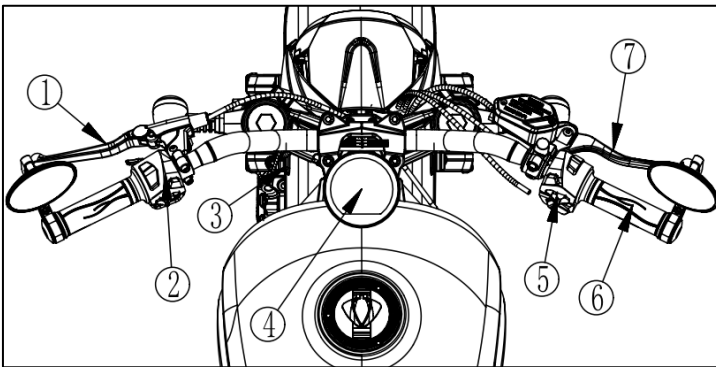

Рис. 3. Передняя часть мотоцикла
3. Передняя часть мотоцикла (Рис. 3)